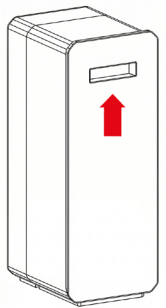

Fig. 1-1
- Rimuovere il pannello frontale in plastica, afferrandolo dalla maniglia posta nella parte superiore vedi Fig. 1-1, 1-2.